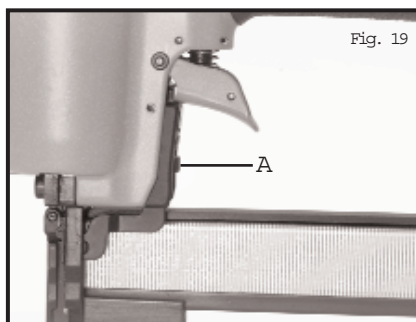

Fig. 19
La profondeur d'enfoncement de l'élément de fixation est commandée par le bouton de réglage de profondeur (A), Fig. 19. La profondeur d'enfoncement est réglée en usine une valeur nominale. Faire un essai de tir et vérifier la profondeur. Pour changer la profondeur, tourner le bouton de réglage (A), Fig. 19. Il est muni de crans tous les quarts de tour. Tourner le bouton en sens horaire (voir Fig. 19) pour augmenter la profondeur d'enfoncement et dans le sens opposé pour la diminuer. Faire un autre essai de tir et vérifier la profondeur. Répéter cette séquence jusqu'à ce que la profondeur désirée soit atteinte. La pression nécessaire dépend de la taille des éléments de fixation et du matériau dans lequel ils sont enfoncés. Faire des essais diverses pressions pour déterminer la pression minimum nécessaire pour effectuer le travail requis de manière fiable. Si la pression est supérieure à ce qui est nécessaire, l'outil pourrait s'abîmer et/ou s'user de manière prématurée.